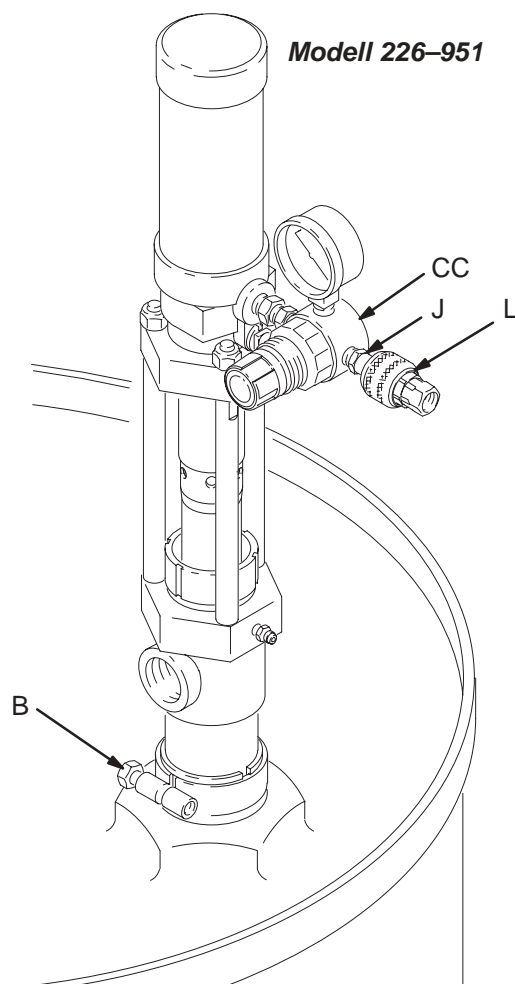

Fig. 3
De fleste pumpemodellene har en luftreguleringsventil av nåletypen (K) i luftinntaket. Modell 226–951 har et luftreguleringssett (CC) isteden (se Fig. 3). Alle modellene har en hurtigkobling på luftledningen (L) for å koble luftledningen til pumpen og tilbehøret.
Luftventilen (K) eller regulatoren (CC) skal være stengt. Skru på lufttilførselen og koble til luftledningskoblingen (L). Se Fig. 3 eller 5. Pass på at utdelingsventilen er åpen.